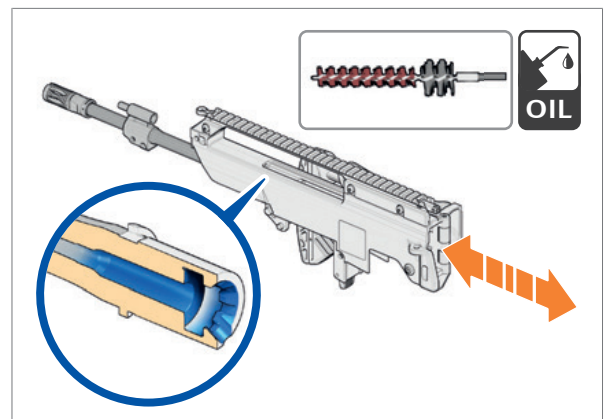

Abb. 112: Patronenlager und Verriegelungsstück reinigen
16. Eingölte Patronenlager-Reinigungsbürste mehrfach durch das Patronenlager und das Verriegelungsstück ziehen (Abb. 112).